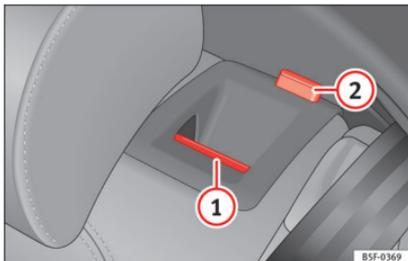

Abb. 140 Rückenlehne Rücksitz: Entriegelungstaster ①; rote Markierung ②.
- Entriegelungstaster » Abb. 140 ① nach vorn ziehen und gleichzeitig die Rückenlehne umklappen.
- Die Rückenlehne ist entriegelt, wenn eine rote Markierung an der Taste ② zu sehen ist.
Die Rückenlehne ist entriegelt, wenn eine rote Markierung an der Taste » Abb. 140 ② zu sehen ist.